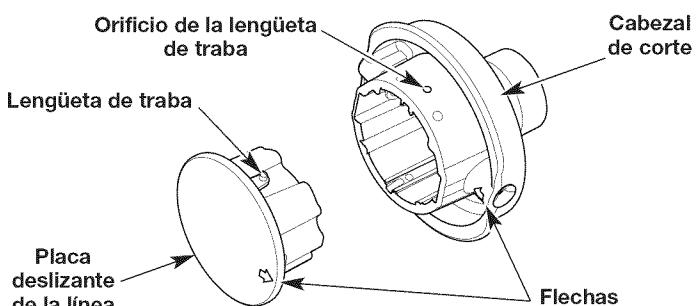

Fig. 10
- Inserte un destornillador Phillips pequeño en el orificio de la lengüeta de traba y empújela hacia adentro (Fig. 10). Al mismo tiempo, hale la placa deslizante de la línea fuera del cabezal de corte.